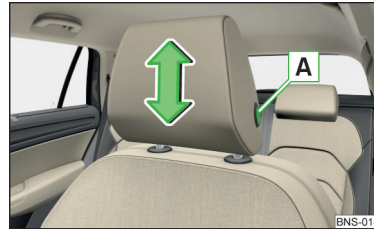

Abb. 100
- › Zur **Höheneinstellung** die Sicherungstaste **A** halten und die Stütze in die gewünschte Richtung verschieben » **Abb. 100**.